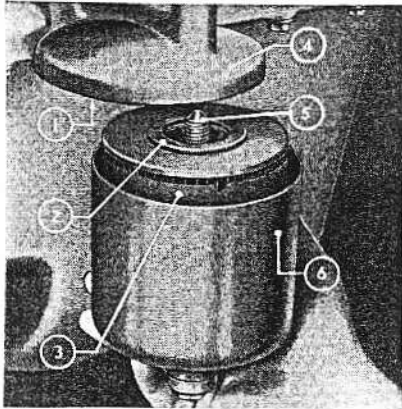

Fig. 11
1. Draai de centrale bout los (fig. 11) en haal het filterhuis met daarin het filterelement van de motor.